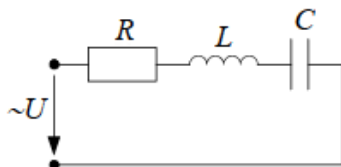

Рис. 10.15
12. В электрической цепи (рис. 10.15) имеет место резонанс. Действующее значение синусоидального напряжения источника питания $U = 100$ В, $R = 10$ Ом, $X_C = 10$ Ом. Определите величину сопротивления X_L , токи и напря-